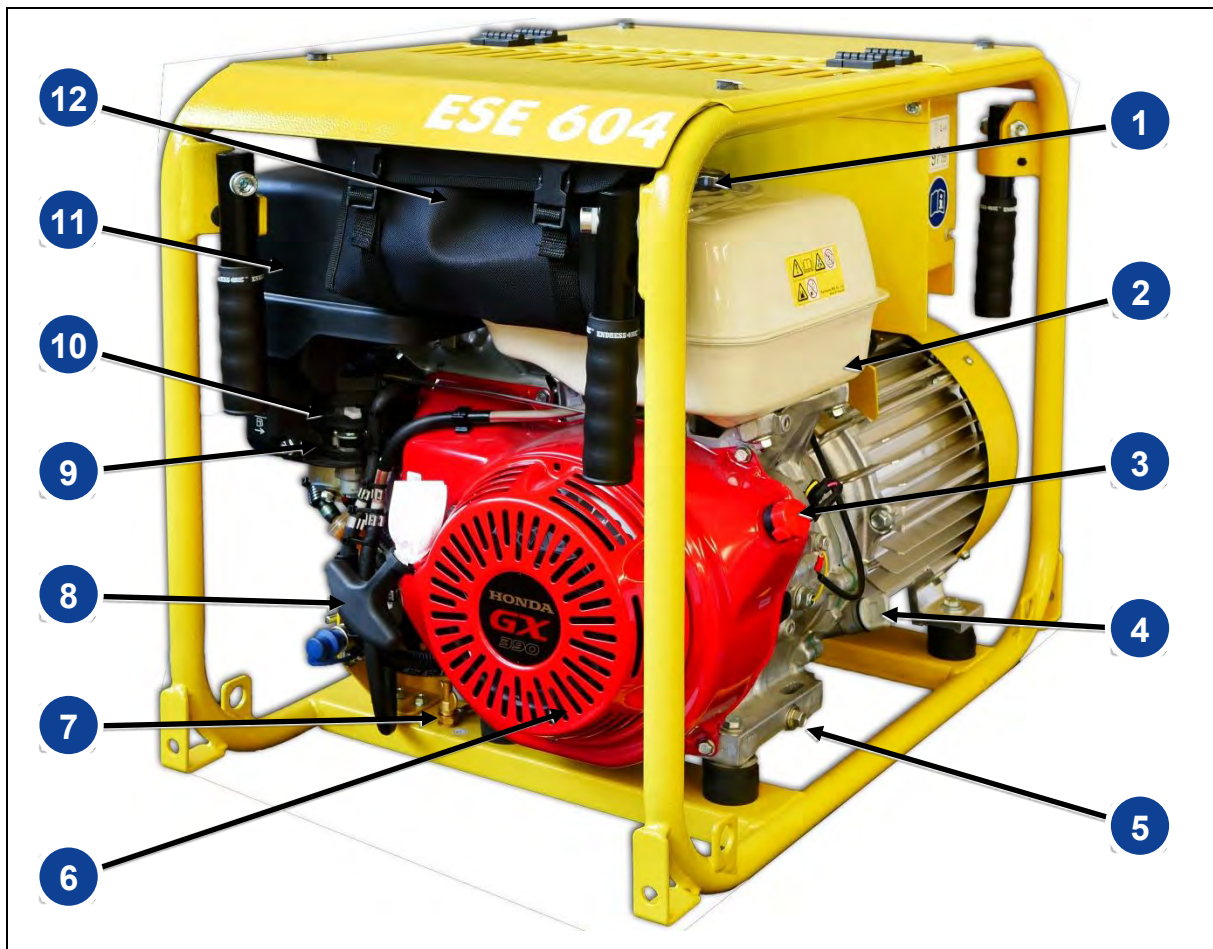

Abb. 3-3: Bestandteile der Motor- und Wartungsseite
1. Hebel des Kraftstoffhahns ② bis zum linken Anschlag schieben (geschlossen).
2. Abdeckklappe über Tank Abb. 3-3-② öffnen.